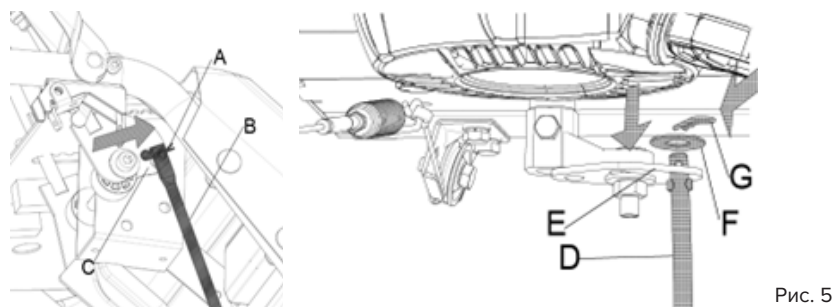

Рис. 5
- Вставьте угловую сторону (Рис. 5 (D)) тяги управления приводом в отверстие на рычаге (Рис. 5 (E)), чтобы соединить его с трансмиссией, и закрепите на месте с помощью шайбы (Рис. 5 (F)) и штифта В (Рис. 5 (G)).
- Присоедините другую сторону тяги управления приводом (Рис. 5 (A)) к штифту в нижней части рычага переключения передач (Рис. 5 (C)), и закрепите его на месте штифтом В (Рис. 5 (B)).